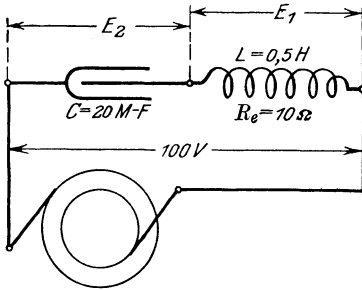

Abb. 124.
Wird ein Kondensator und eine Spule hintereinandergeschaltet (siehe Abb. 124), so ist die Stromstärke
50 [60] (180) Perioden angeschlossen (Abb. 124). Gesucht wird: